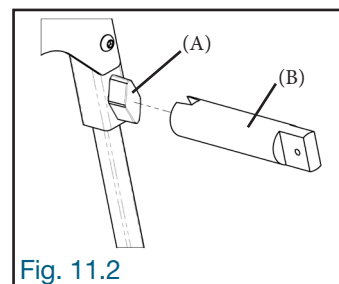

Fig. 11.2
NOTE : Si vous avez de la difficulté à atteindre ou serrer fermement un bouton de blocage (A) pour l'ajustement, utilisez l'outil de serrage (B) prévu à cet effet (Fig. 11.2).